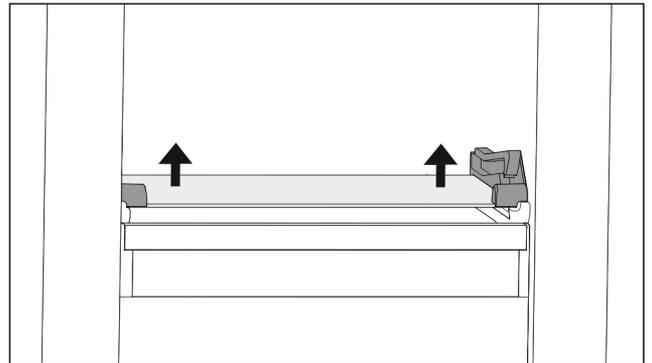

Fig. 35 Tablette en verre du tiroir basculable
- ▶ Appuyer des deux côtés sur la tablette en verre de bas en haut. (voir Fig. 35)